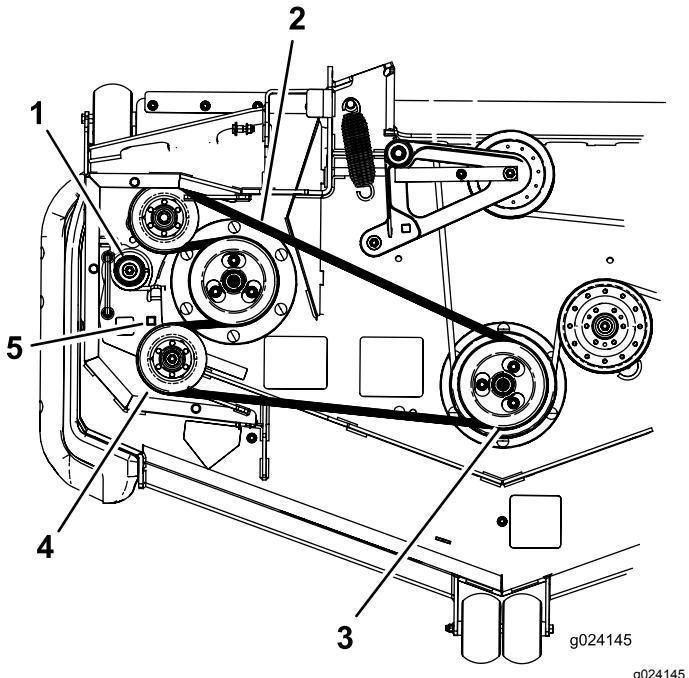

Figure 71
7. Insérez un rochet dans le trou carré du bras de la poulie de tension pour détendre le ressort de la poulie (Figure 71).